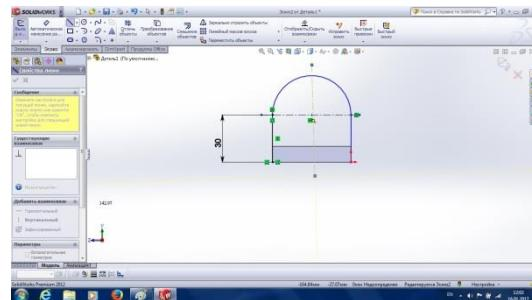

Рис. 3.6
- На панелі **Видів** ставимо цю площину (зафарбовану синім кольором) перпендикулярно до спостерігача і будуємо профіль для другого елементу (рис. 3.6) за допомогою команд **Ескіз**, **Лінія**, і **Дуга кола**.